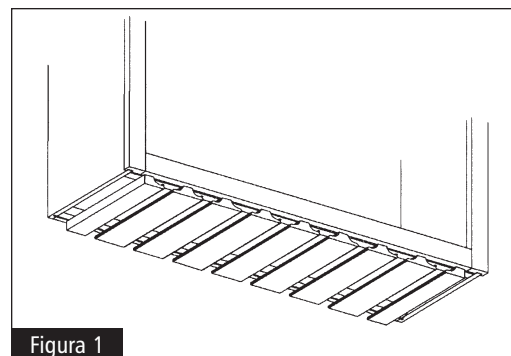

Figura 1
- 2** Con los orificios pretaladrados en las correas de montaje (cuatro por correa), taladre los orificios de 1/8 pulg. a una profundidad de 3/8 pulg. y asegure a la parte inferior del gabinete con (8) tornillos Phillips #8 x 1-in. Consulte la figura 1.